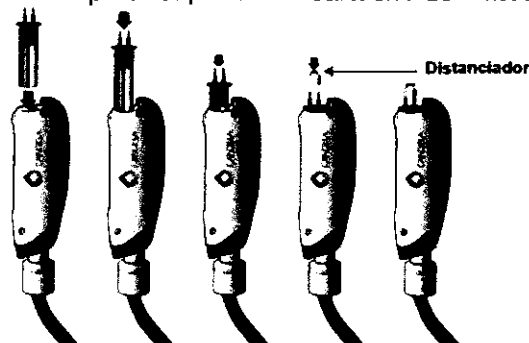

Figura 2-17: instale el cartucho de lentes en el conjunto del aplicador e instale el distanciador
4. Instale el distanciador en la parte superior del cartucho de lentes (consulte la Figura 2-17).